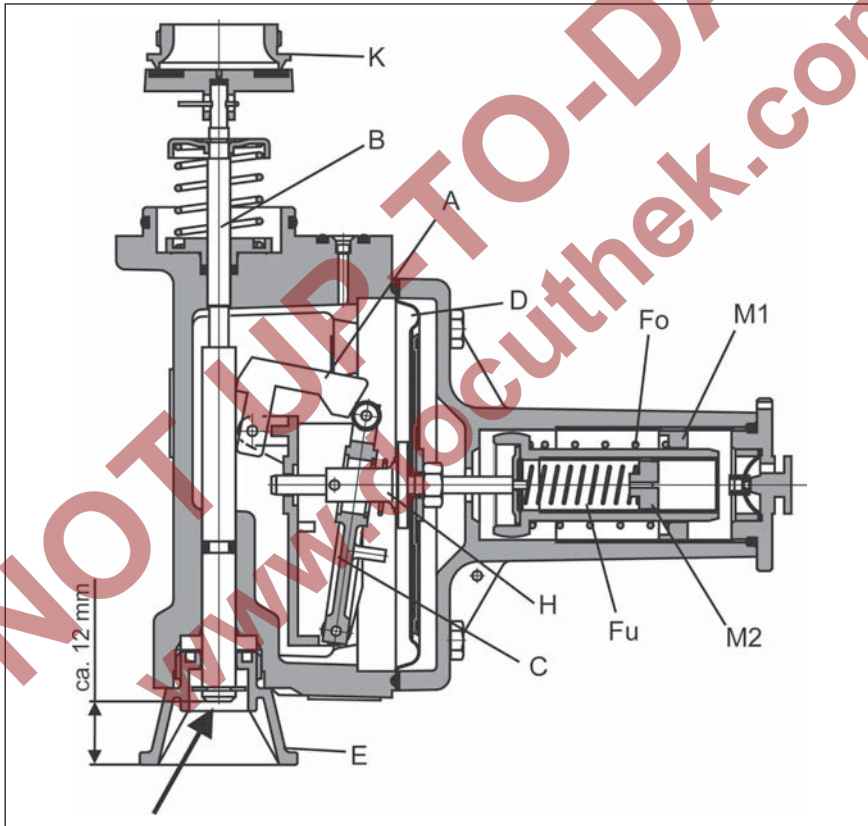

Bild 2-9, SAV - oberer Abschaltpunkt
Steigt der Ausgangsdruck p_d im Regelgerät und somit der Druck unterhalb der SAV-Membrane (D), so bewegt sich bei Überschreiten des durch die große Einstellfeder (F_o) eingestellten oberen Abschaltpunktes der Membranhalter (H) und die Schaltwippe (C) nach rechts, siehe Bild 2-9. Der Schalthebel (A) klinkt aus. Die vorgespannte Sperrfeder an der Ventilspindel wird freigegeben. Der Ventilteller verschließt den Eingang (K) des Gas-Druckregelgerätes.